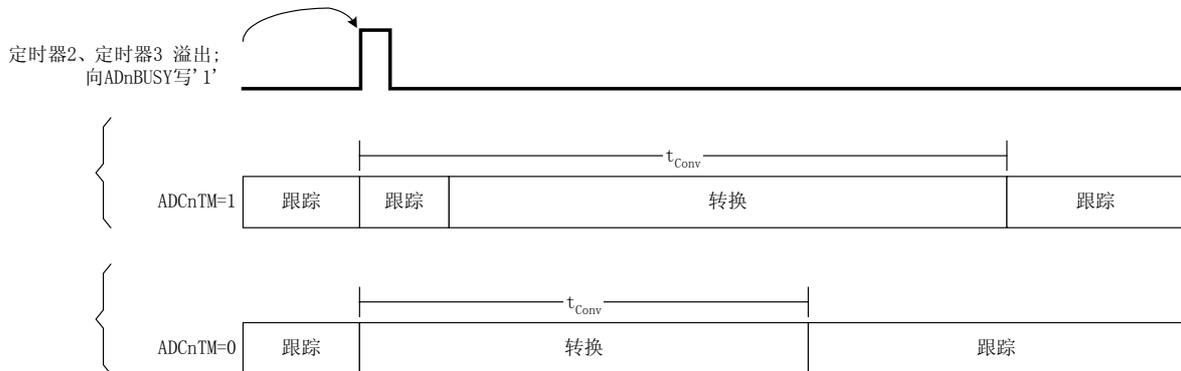

图 5.4 ADC0 跟踪和转换时序示例
ADCnCN 中的 ADnTM 位控制 ADCn 的跟踪保持方式。当 ADC 被使能时，除了转换期间之外 ADC 输入被连续跟踪。当 ADnTM 位为逻辑‘1’时，每次转换之前都有一个跟踪周期（在启动转换信号有效之后）。当 CNVSTRn 信号用于启动转换时，ADC 在 CNVSTRn 为低电平时跟踪，在 CNVSTRn 的上升沿开始转换（见图 5.4 和表 5.1 的转换时序参数）。当使用外部多路开关连接到模拟输入时，ADnTM 位为逻辑‘1’设置非常有用，可以保证建立时间需求得到满足（见“5.3.3 建立时间要求”）。
**转换时序参数见图 5.4 和表 5.1。**
<p>位 7: AD1EN: ADC1 使能位                  0: ADC1 禁止。ADC1 处于低耗停机状态。                  1: ADC1 使能。ADC1 处于活动状态, 并准备好进行数据转换或校准。</p> <p>位 6: AD1TM: ADC 跟踪方式位                  0: 当 ADC 被使能时, 除了转换期间之外一直处于跟踪方式。                  1: 由 AD1CM1-0 定义跟踪方式。</p> <p>位 5: AD1INT: ADC1 转换结束中断标志                  该标志必须用软件清 '0'。                  0: 从最后一次将该位清 0 后, ADC1 还没有完成一次数据转换。                  1: ADC 完成了一次数据转换。</p> <p>位 4: AD1BUSY: ADC1 忙标志位                  读:                  0: ADC1 转换结束或当前没有正在进行的数据转换。AD1INT 在 AD1BUSY 的下降沿被置 '1'。                  1: ADC1 正在进行转换。                  写:                  0: 无作用                  1: 若 AD1CM2-0=000b 则启动 ADC1 转换。</p> <p>位 3-1: AD1CM2-0: ADC1 转换启动方式选择位。                  如果 AD1TM = 0:                  000: 每次向 AD1BUSY 写 1 时启动 ADC1 转换。                  010: 定时器 3 溢出启动 ADC1 转换。                  100: CNVSTR1 上升沿启动 ADC1 转换。                  110: 定时器 2 溢出启动 ADC1 转换。                  xx1: 每次向 AD0BUSY 写 1 时启动 ADC1 转换。                  如果 AD1TM = 1:                  000: 向 AD1BUSY 写 1 时启动跟踪, 然后进行转换。                  010: 定时器 3 溢出启动跟踪, 然后进行转换。                  100: ADC1 在 CNVSTR1 的上升沿开始转换。                  110: 定时器 2 溢出启动跟踪, 然后进行转换。                  xx1: 每次向 AD0BUSY 写 1 时启动跟踪, 然后进行转换。  转换时序参数见图 5.4 和表 5.1。</p> <p>位 0: 保留。写入 0b。</p>